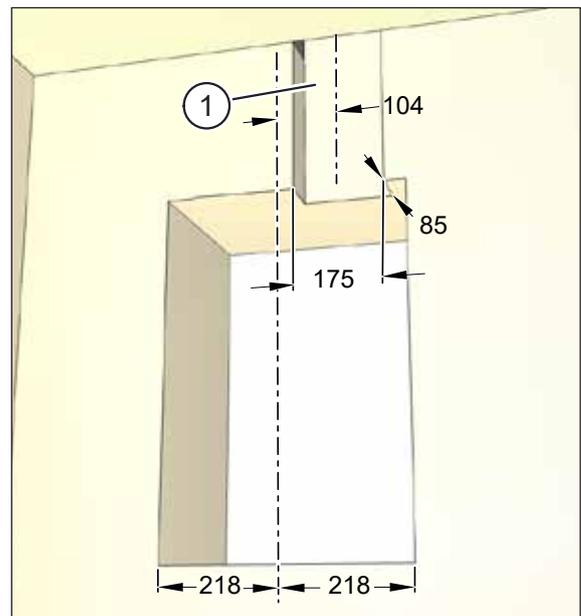

Abb. 15: Nuten für zuluftseitigen Flexrohranschluss erstellen, Maße in Millimeter (schematische Darstellung)
- Beispiel: **zuluftseitiger** Flexrohranschluss (Pos. 1 in Abb. 15)